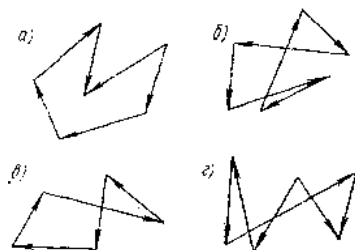

Рис. 4
4. Какой из силовых многоугольников на рис. 4 относится к уравновешенной системе сходящихся сил?